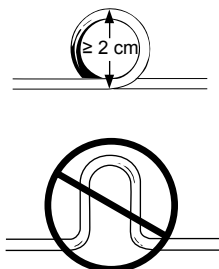

Figura 7. Raccolta dell'elettrocatetere in eccesso.
- Arrotolare il corpo dell'elettrocatetere in eccesso formando un anello circolare con diametro superiore a 2 cm (0,8"). Non piegare né arrotolare a U la parte eccedente dell'elettrocatetere (Figura 7). Un anello circolare diminuisce la possibilità di interferenze elettromagnetiche e le relative conseguenze impedendo strozzature o danni al corpo dell'elettrocatetere.